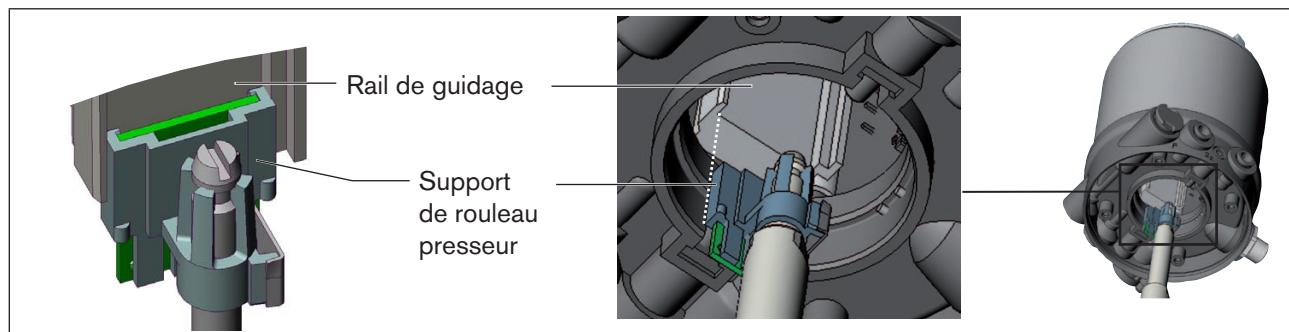

Figure 17 : Disposition du support de rouleau presseur
1. qu'il entre dans le rail de guidage du positionneur (voir « Figure 17 »)